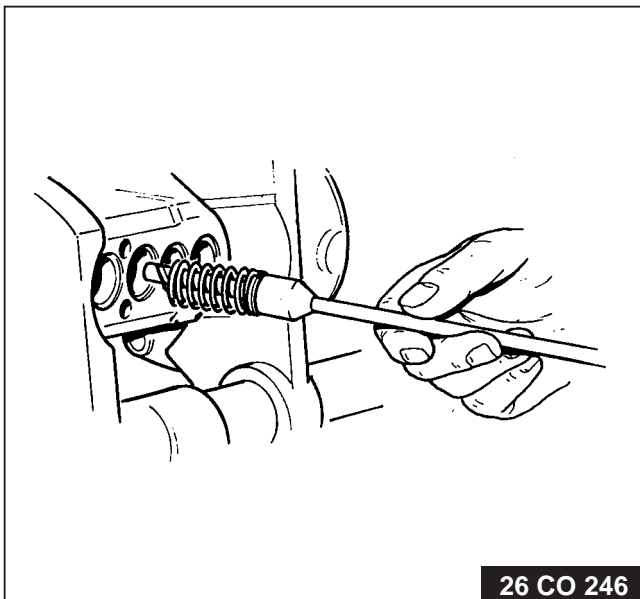

Fig. 11.
14. Schuif de bovenste veerschotel over de sleufbus en monteer plunjer, veer en onderste veerschotel van onder af (fig. 11).